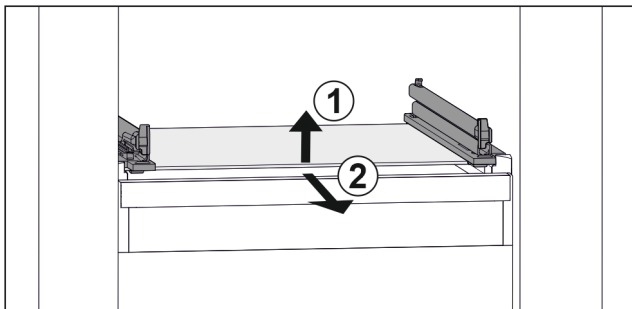

Fig. 133 Reprezentare exemplificativă a plăcii de sticlă
- Ridicați placa de sticlă din față. Fig. 133 (1)
- Extrageți placa de sticlă spre înainte. Fig. 133 (2)